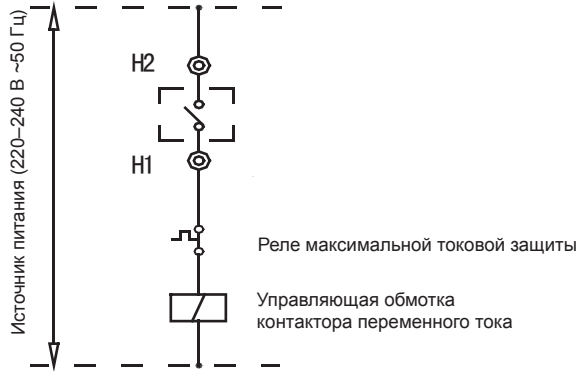

Рис. 5-2
- Шаг 10. Соединение проводов управления вспомогательных электрических нагревателей: провода управления контактора переменного тока вспомогательного электрического нагревателя должны проходить через клеммы H1 и H2 главного агрегата, как показано на рис. 5-2.